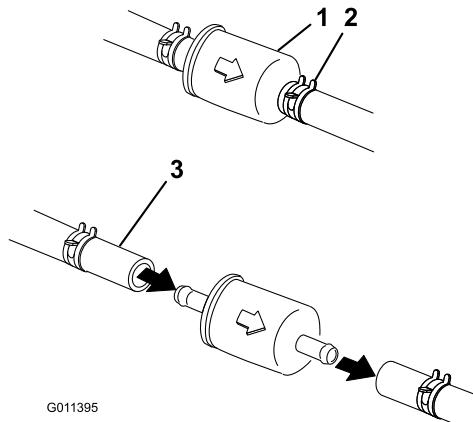

Figura 47
5. Apriete los extremos de las abrazaderas y deslícelas por el tubo alejándolas del filtro (Figura 47).
7. Instale un filtro nuevo y acerque las abrazaderas al filtro (Figura 47).